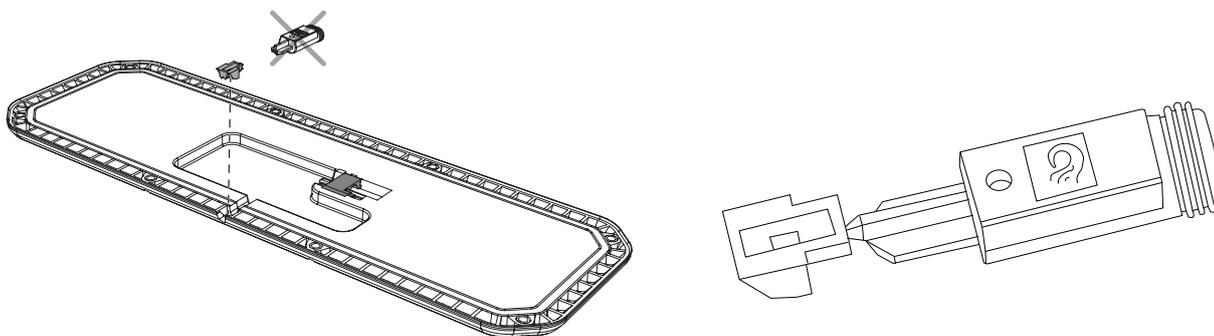

Figura 61. Montaje der Abdeckung zur Abdichtung der UCU.
4. Suelte con cuidado la parte exterior del tapón y encaje la toma. Véase la Figura 61